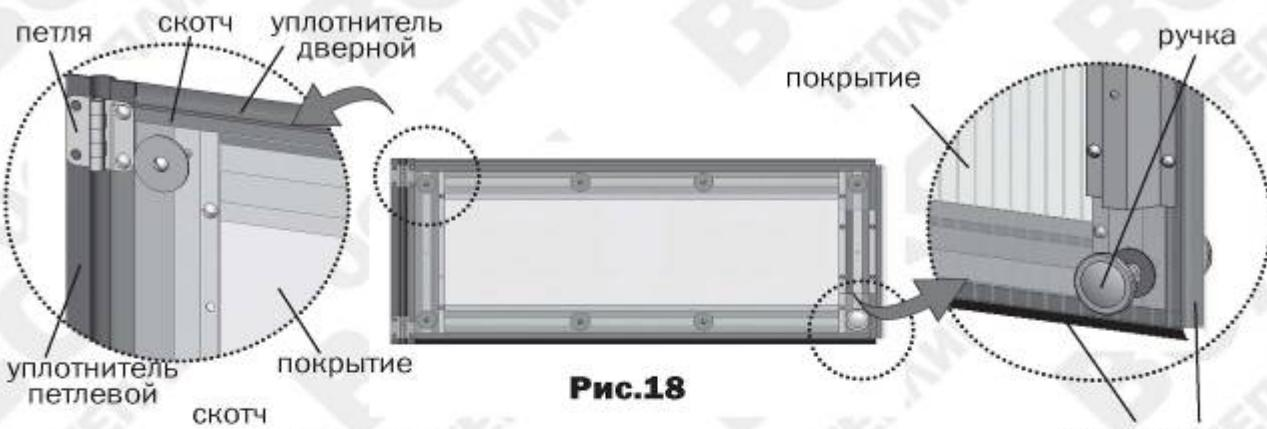

Рис.18
**5.** Закрепите куски покрытия на двери и форточки шайбами (**рис.18,19**), сделав выпуск покрытия по одной стороне (**рис.23**), предварительно закрыв соты (оклеив их скотчем). Профили уплотнительные устанавливаются по контуру дверей в соответствии с рисунками **19,21,22**.